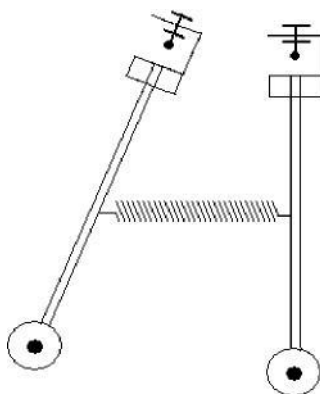

Fig. 2 Gekoppelte Schwerependel
- Mit Hilfe eines Maßstabs Auslenkwinkel geometrisch bestimmen (siehe Fig. 2) und der entsprechenden Ausgangsspannung zuordnen.